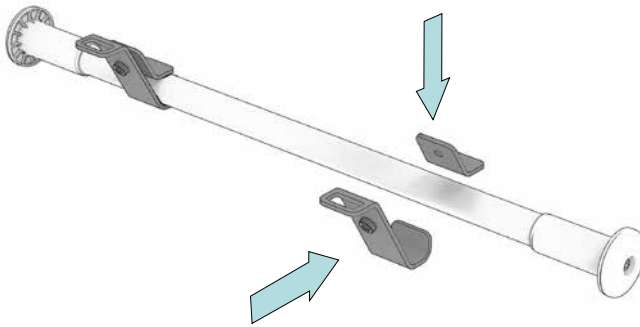

Abb. 3
Die Anbindung wird nun mit Hilfe des kurzen Bleches ③ und der Knebelschraube ④ mit der Rail verklemt. Die Verschraubung nur lose anziehen, sodass eine Ausrichtung weiterhin möglich ist (Abb. 3 und 4).